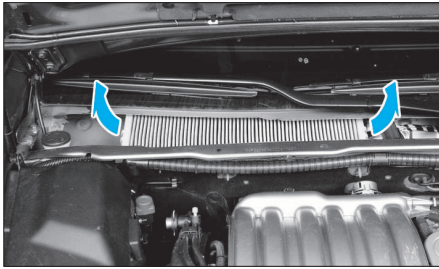

FIG. 3
- Décrocher le filtre de chaque côté (Fig.3).